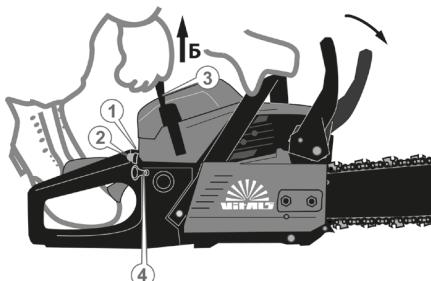
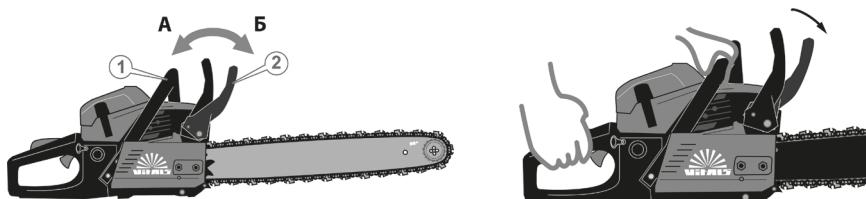

Рисунок 9. Схема запуску та зупинки двигуна.
Рисунок 10. Схема перевірки роботи гальма ланцюга.
4. Встановити вимикач запалювання (1, рис. 9) у положення «Увімк» (I).
7. Закачати паливо в карбюратор ручним паливний насосом-праймером. Для цього натиснути 4–10 разів на ковпачок насоса (2, рис. 9), доки в ньому не з'явиться паливо (рис. 9).
8. Потягнути до упору важіль повітряної засувки (4, рис. 9) у напрямку стрілки (А, рис. 9), щоб закрити її.
• спочатку обережно потягнути на себе руків'я стартера (3, рис. 9) у напрямку стрілки (Б, рис. 9), до упору;
10. Знову потягнути на себе руків'я стартера (3, рис. 9) для запуску двигуна. Після того, як двигун буде запущений, повільно повернути руків'я стартера у початкове положення.
3. Встановити вимикач запалювання (1, рис. 9) в положення «Вимк» (0).
5.1.8.1 Порядок перевірки спрацьовування гальма від важеля (рис. 10).
Якщо гальмо ланцюга розблоковане, то його важіль (2, рис. 10) знаходиться у зведеному стані (А, рис. 9) – більше до руків'я (1, рис. 10), ланцюг рухається по команді від пускової клавіші
Якщо гальмо ланцюга увімкнене, то важіль (2, рис. 10) знаходиться в увімкненому стані (Б, рис. 10), ланцюг повернути неможливо.